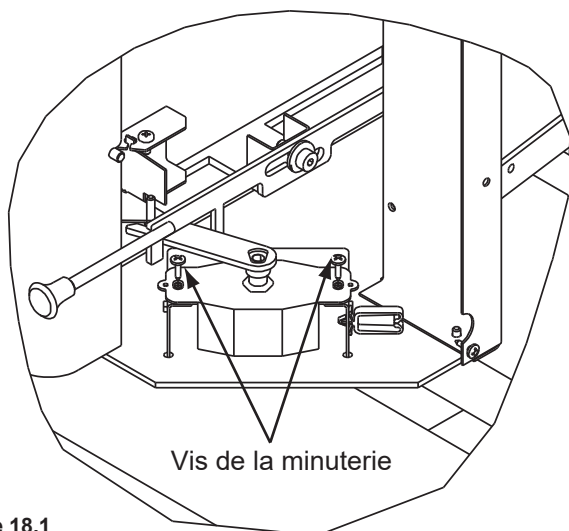

Figure 18.1
2. Retirez les 2 vis qui retiennent en place la minuterie et enlevez-la. **Figure 18.1**.